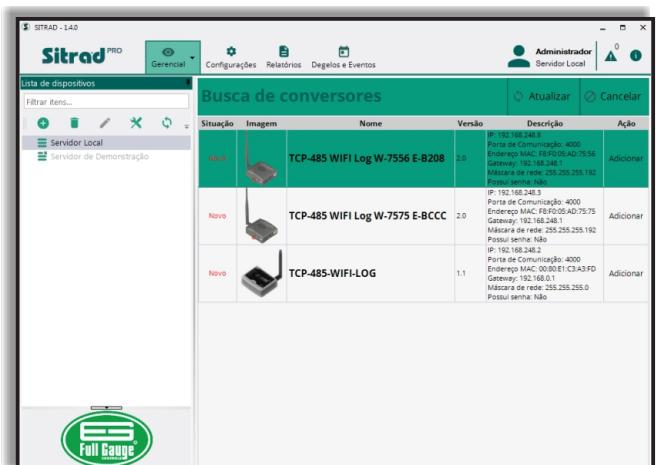

Figura 27
Passo 3: O Sitrad^{Pro} realiza a busca na rede, e os conversores disponíveis aparecem na guia **Busca de conversores** (Figura 27). Selecione o conversor desejado e clique em **Adicionar**.